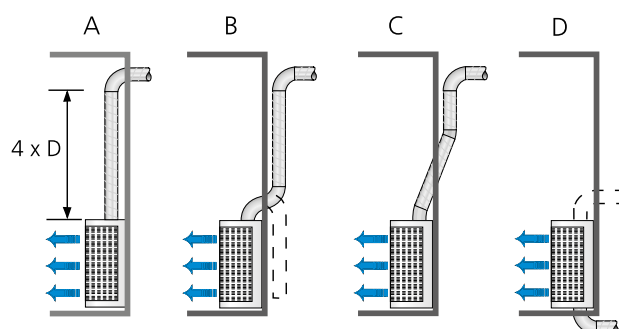

Figure 3. Exemples de l'augmentation du niveau sonore en fonction du type de raccordement des gaines. Voir le tableau.
N.B. : Les abaques de dimensionnement donnent des caractéristiques valables pour une surface d'absorption acoustique équivalente de 150 m². Il s'ensuit que les vitesses d'admission dans l'unité sont relativement élevées. Il faut donc être attentif au mode de raccordement des gaines sur les unités pour éviter une augmentation du niveau sonore. Voir figure 3.
- Les abaques donnent les valeurs du niveau sonore pour des locaux avec une surface d'absorption acoustique équivalente de 150 m2 mesuré à 2 m du diffuseur. Toutes ces valeurs s'appliquent à une gaine raccordée de section droite et sans interférence. Voir figure 3 pour l'augmentation du niveau sonore en fonction du raccordement de la gaine.
- La valeur dB(C) est normalement de 6 à 9 dB supérieure à la valeur dB(A).